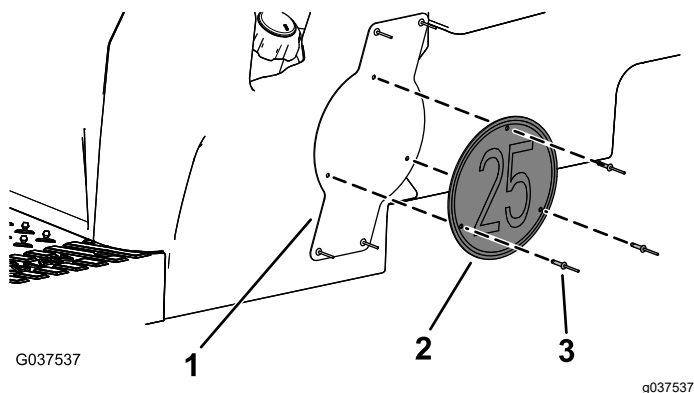

Figura 12
8. Instale a placa de velocidade no suporte de montagem da placa utilizando três rebites cegos (3/16 x 15/16 pol.) como se mostra na Figura 12.